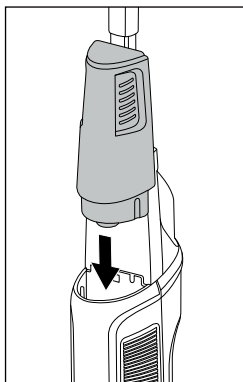

Fig. 11
- ♦ Vend brugsvandsbeholderen ❶ om, og sæt den ind i indsatsen øverst på forsiden af produktet (se fig. 11).
- ♦ Skub brugsvandsbeholderen ❶ ned langs rillerne i indsatsen, indtil brugsvandsbeholderen ❶ går i indgreb, så det kan høres, og sidder fast på produktet.